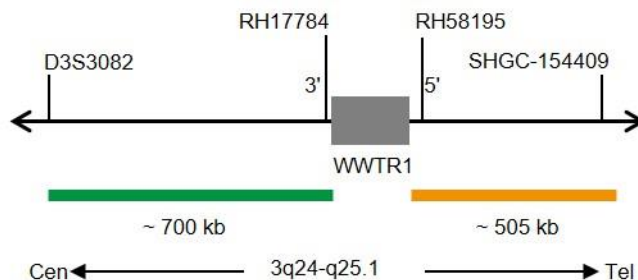

Fig. 1 : Carte de la sonde SPEC WWTR1 (pas à l'échelle)
- Polynucléotides marqués au ZyGreen (excitation 503 nm/émission 528 nm) (~10 ng/μl), qui ciblent une séquence de 3q24-q25.1* (chr3:148,533,200-149,234,601) proximale de la région des points de rupture de WWTR1 (voir figure 1).
- Polynucléotides marqués au ZyOrange (excitation 547 nm/émission 572 nm) (~4,5 ng/μl), qui ciblent une séquence de 3q25* (chr3:149,430,325-149,933,565) distale de la région de rupture de WWTR1 (voir figure 1).